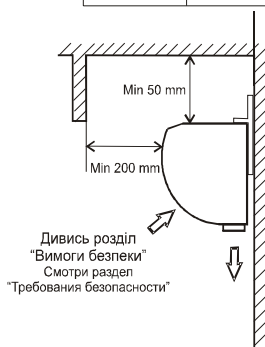

Рисунок 1 Розташування з урахуванням мінімальних відстаней до оточуючих поверхонь.
- зменшувати зазначені мінімальні відстані від агрегату до найближчих оточуючих поверхонь (рисунок 1 даного керівництва).